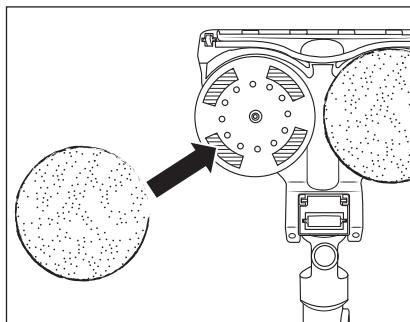

Fig. 17
- ◆ Per applicare un panno lavapavimenti ④ all'accessorio lavapavimenti ③, posizionarlo al centro di uno dei due dischi girevoli che si trovano sul lato inferiore dell'accessorio lavapavimenti ③ (vedere fig. 17). Poi fissarlo saldamente sui nastri di velcro del disco girevole.